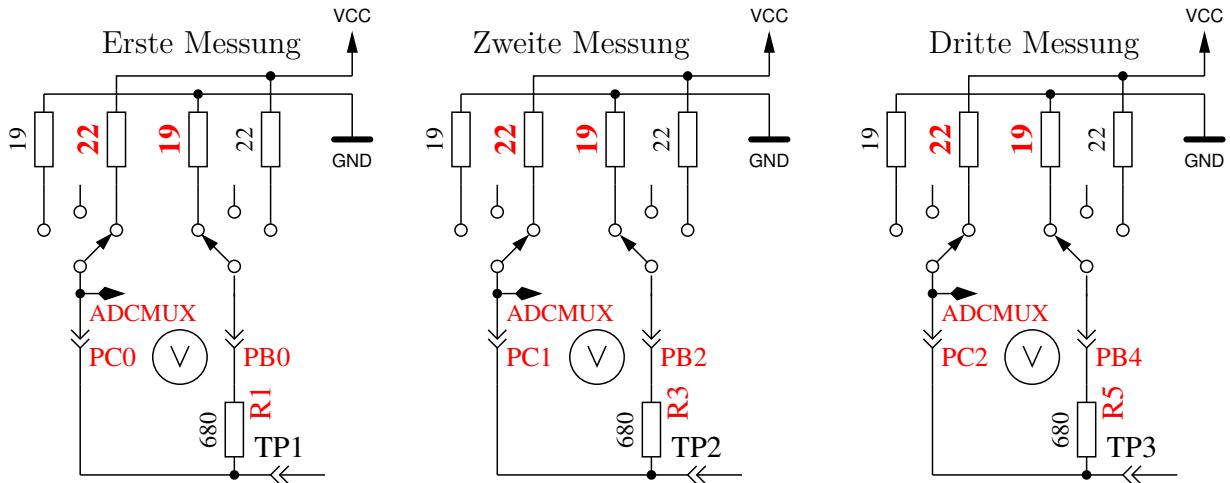

Abbildung 5.67. Messung des Innenwiderstandes des auf VCC geschalteten Port-C-Ausgängen.
9. **Messung des Innenwiderstandes von auf VCC geschalteten Port-Ausgängen.** Der benötigte Strom wird von auf GND geschalteten  $680\Omega$ -Widerständen geliefert. Es ist die gleiche Messung wie die in Test 8 zur anderen Seite, wie in Abbildung 5.67 gezeigt wird. Der Innenwiderstand wird wie